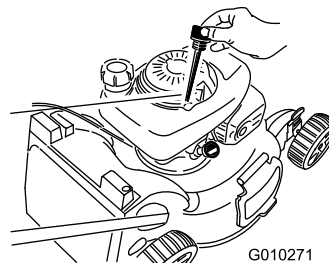

図 42
3. キャップを左に回してディップスティックを抜き取る 図 42。
4. エアフィルタが下になるように機体を横に傾けて、エンジンオイル補給口からエンジンオイルを抜く 図 42。